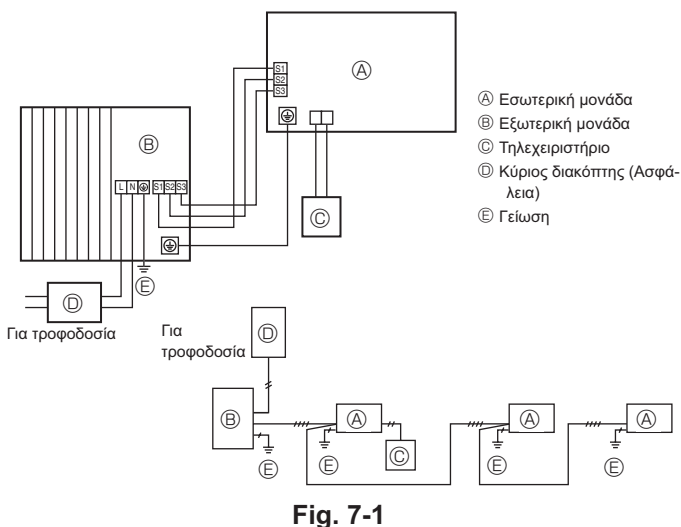
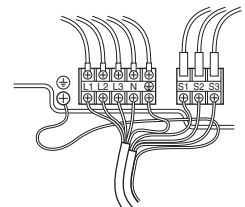

Fig. 7-1
Fig. 7-2
7.1. Εξωτερική μονάδα (Fig. 7-1, Fig. 7-2)
- Συνδέστε τα καλώδια που αναφέρονται στην Fig. 7-1 και στην Fig. 7-2.